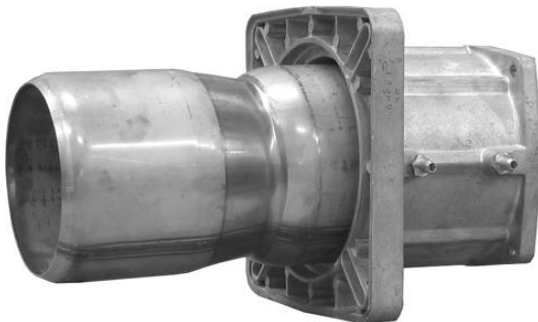
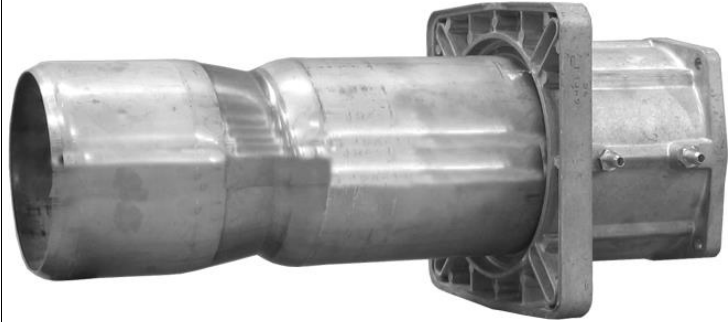

Abb. 6 - Kurzes Strahlrohr
Abb. 7 - Langes Strahlrohr
- 4 Ziehen Sie das Strahlrohr aus dem Flanschstück heraus und setzen Sie es umgekehrt zusammen, wie in den Abbildungen Abb. 6 und Abb. 7 gezeigt. Befestigen Sie nun die beiden Teile mit denselben Schrauben (Abb. 8).